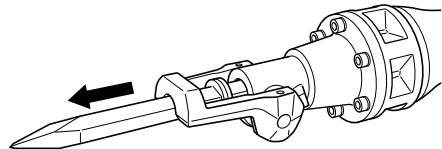

Fig. 4
- (3) Fixer l'accessoire en place en amenant la retenue sur la position de serrage. Pour s'assurer que l'accessoire est monté correctement, tirer dessus (Fig. 4).